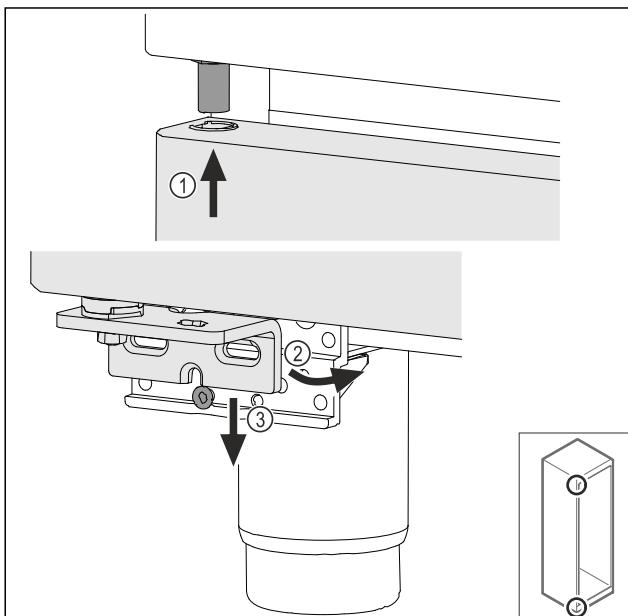

Fig. 43
► Περάστε επάνω την πόρτα υπό ελαφρά κλίση Fig. 43 (1), ευθυγραμμίστε την πόρτα Fig. 43 (2) και τοποθετήστε την κάτω στη βίδα του στηρίγματος Fig. 43 (3).